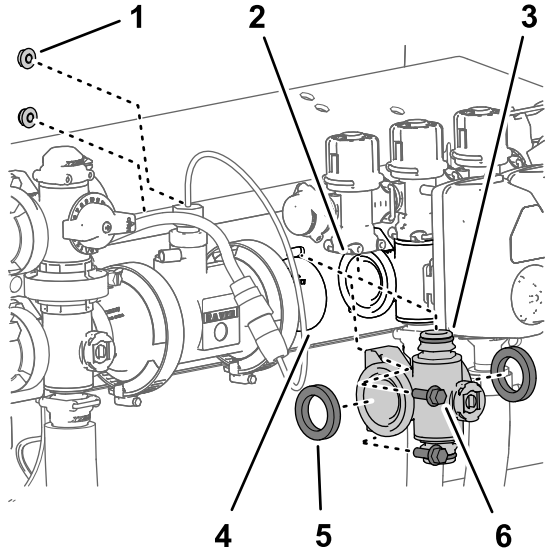

Figura 112
- En los distribuidores de las válvulas de sección izquierdo o derecho, retire los 2 pernos con arandela prensada ($\frac{1}{4}$ " x $\frac{3}{4}$ ") y las 2 tuercas con arandela prensada ($\frac{1}{4}$ ") que sujetan el distribuidor de la válvula de sección al panel de montaje de las válvulas (Figura 112).
- Mueva el distribuidor de la válvula de sección y las juntas hacia abajo hasta que estén libres de la válvula de desvío de sección, y luego retírelos de la máquina (Figura 112).